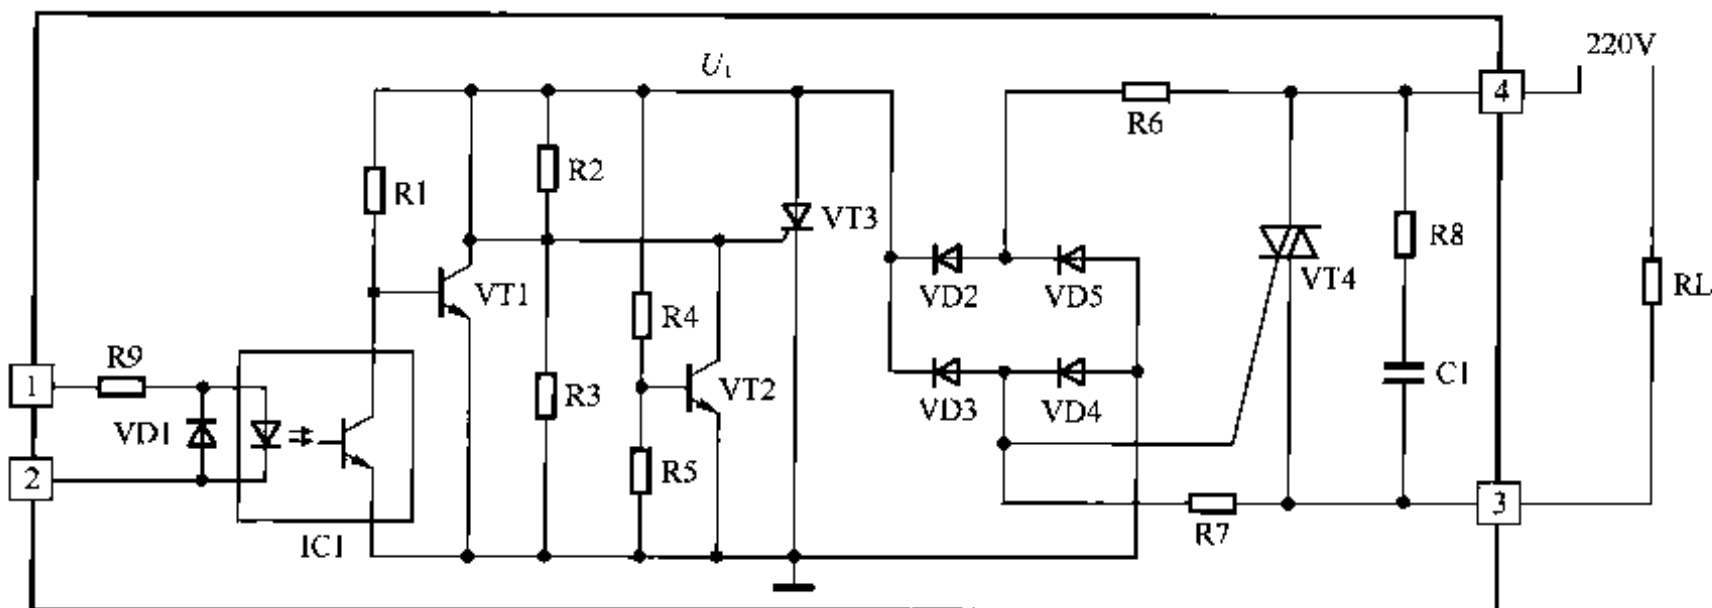

图 2-105 过零触发型交流固态继电器的工作原理示意图
典型的过零触发型 ACSSR 的工作原理如图 2-105 所示。①、②脚是输入端，③、④脚是输出端。R9 为限流电阻；VD1 是防止反向供电损坏光电耦合器 IC1 而设置的保护管；IC1 将输入与输出电路隔离；VT 构成倒相放大器；R4、R5、VT2 和单向晶闸管 VT3 组成过零检测电路；VD2~VD5 构成整流桥，为 VT1~VT3 和 IC1 等电路供电；由 VT3 和 VD2、VD3 为双向晶闸管 VT4 提供开启的双向触发脉冲；R3、R7 为分流电阻，分别用来保护 VT3 和 VT4，R8 和 C1 组成浪涌吸收网络，以吸收电源中的尖峰电压或浪涌电流，防止给 VT4 带来冲击或干扰。